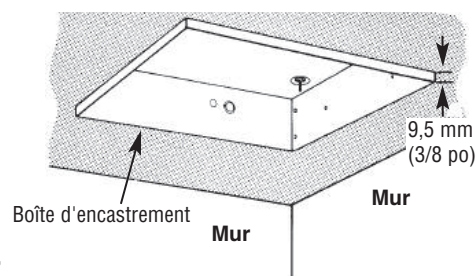

Figure 6
8. Placer la boîte d'encastrement dans l'ouverture du plafond et aligner les marques sur les côtés de la boîte d'installation avec le bas du plafond fini (Figure 6). Ceci placera le bord de la boîte d'installation à 9,5 mm (3/8 po) sous le plafond et permettra à la plaque d'encastrement d'être à plat contre le plafond.